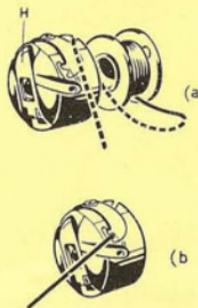

Fig. 10
- Inserire la spolina nella capsula: l'aletta della spolina con i fori deve essere rivolta verso l'esterno della capsula affinché lo svolgimento del filo segua il giusto senso di rotazione (fig. 10 a);